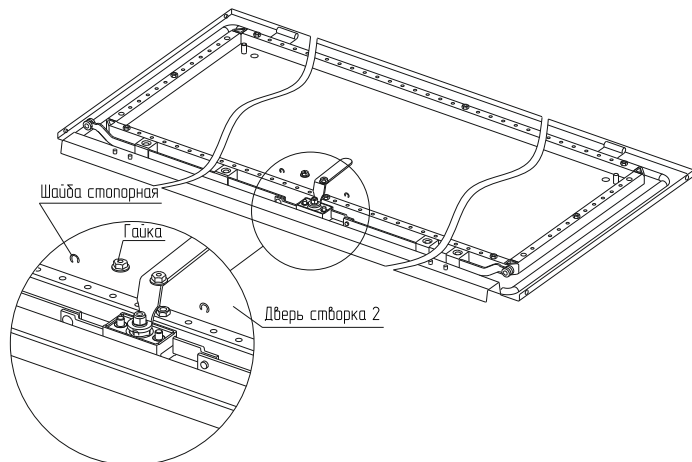

Рисунок 26
4.14.2 Установите замок на шпильки створки 2 двери, закрепите гайками М6 из комплекта, момент затяжки 4 Н·м, наденьте ригели двери на направляющие замка и закрепите шайбами стопорными (рисунок 26).